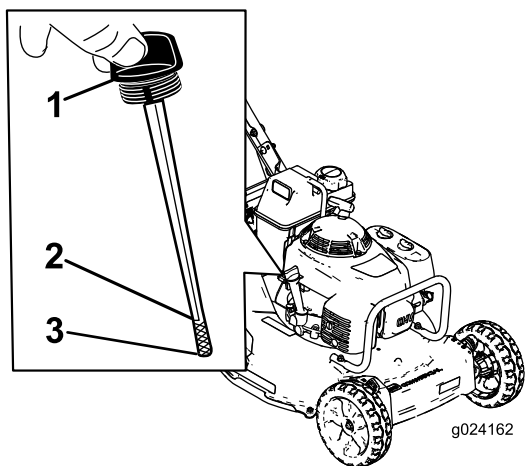

Рисунок 7
Перед каждым использованием машины проверяйте, чтобы уровень масла находился между отметками Add (Добавить) и Full (Полный) на щупе (Рисунок 7).
2. Очистите область вокруг масломерного щупа (Рисунок 7).